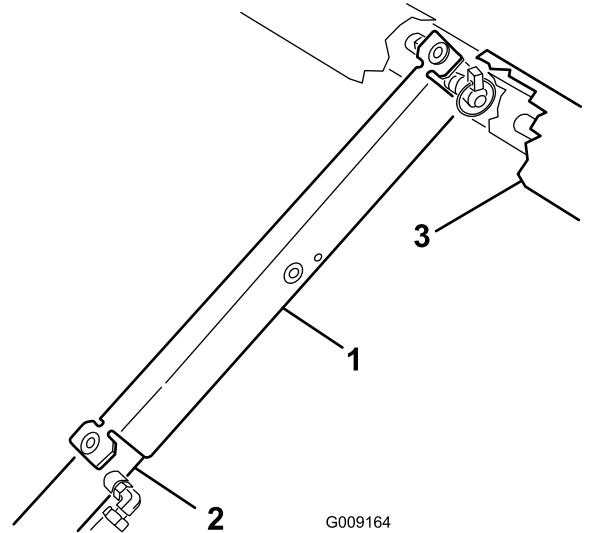

图 21
3. 将货斗支架推入油缸杆并确保支架端凸耳靠在油缸筒和油缸杆头上 图 21。